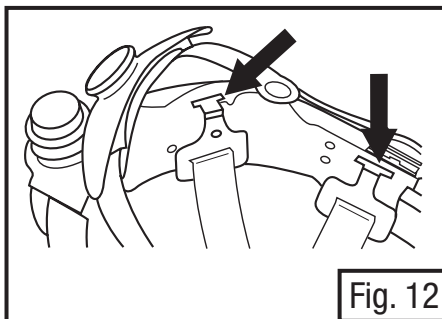

Fig. 12
- Avec la pièce faciale à l'envers, dégager la coiffe de la calotte de la pièce faciale en poussant les supports en plastique des courroies en toile vers le haut. La Fig. 12 illustre les supports.